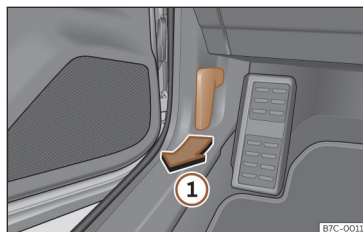

Fig. 191 Levier de déverrouillage sur le plancher, côté conducteur.
- Ouvrez la portière et tirez sur le levier situé sous le tableau de bord >>> **fig. 191** ①.